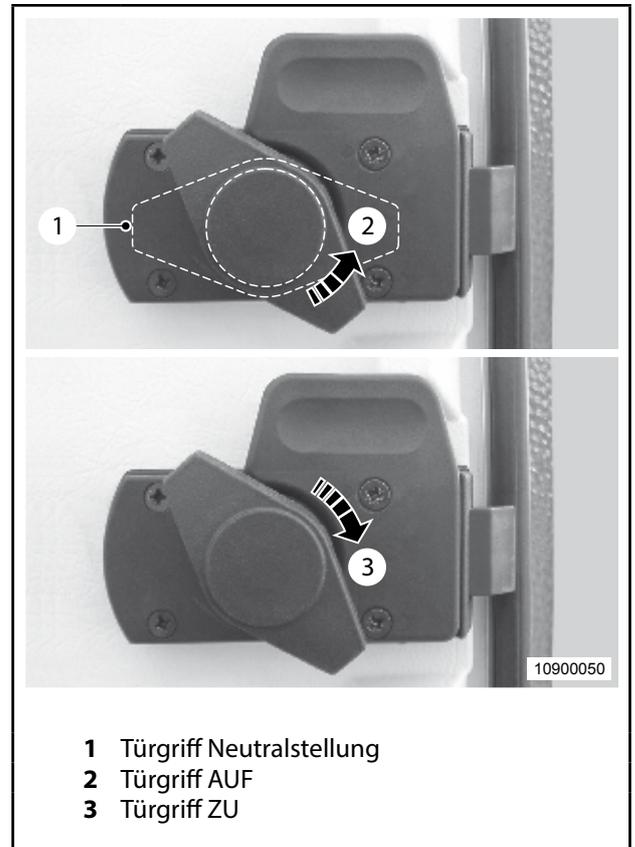

Abb. 10 Tür von innen öffnen/schließen
1. Türgriff gegen Uhrzeigersinn drehen (Abb. 10, Pos. 2), Stellung » AUF «, und Tür öffnen. Türgriff springt in Neutralstellung zurück.
1. Türgriff ca. 60° im Uhrzeigersinn drehen (Abb. 10, Pos. 3), Stellung » ZU «.
2. Zum Entriegeln der Tür Türgriff in Neutralstellung zurückdrehen (Abb. 10, Pos. 1).